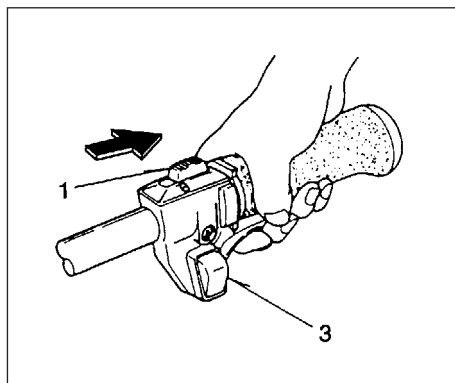

Fig. 2-2
#### Start (Fig. 2-2, 2B)
1. Sæt tændingskontakten (1) på positionen ON. (Fig. 2-2)